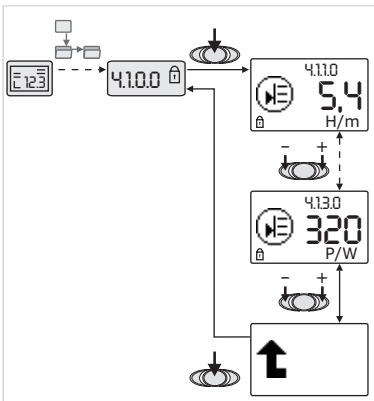

Fig. 35 : Appeler des informations
- Appuyer sur une touche de réglage permet de faire défiler les points de menu de type « Information » du sous-menu actuel (voir fig. 35). Pour des explications sur les réglages représentés par des symboles, voir le tableau au chapitre 8.7 « Référence des éléments de menu » à la page 26.